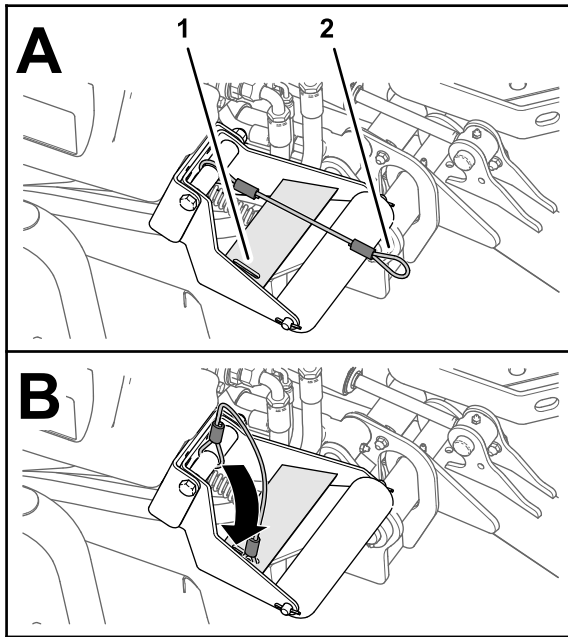

Figura 66
- Con las unidades de corte bajadas, deslice el bucle del amarre en la ranura de la placa de refuerzo del soporte del rodillo (Figura 66).